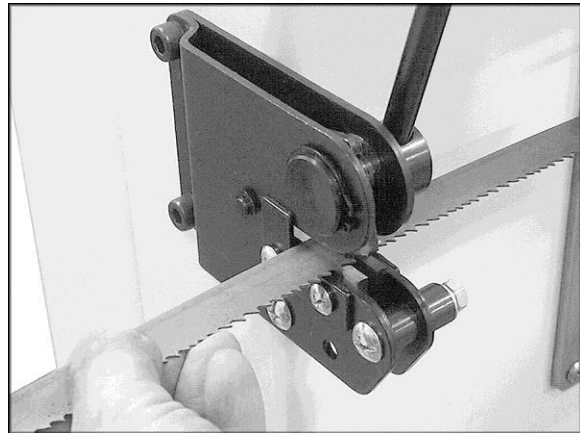

Abb. 15
1. Legen Sie das Sägeblatt wie in Abbildung 15 gezeigt in die Schere. Achten Sie darauf, dass das Sägeblatt im rechten Winkel zur Schere steht, damit der Schnitt rechtwinklig zum Sägeblatt verläuft.